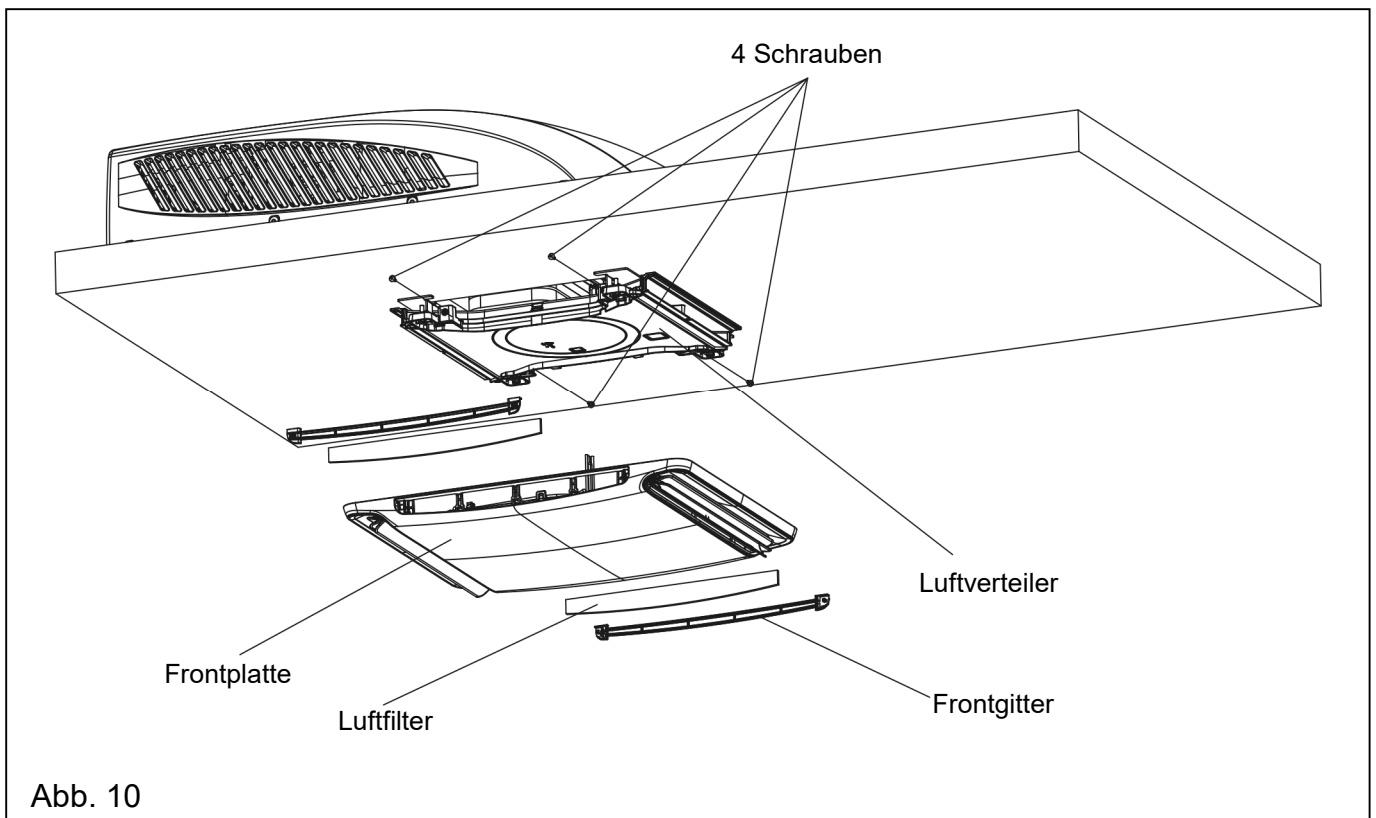

Abb. 10
2. Befestigen Sie die Frontplatte am Luftverteiler der Inneneinheit mit 4 Schrauben. (Siehe Abb. 10.)